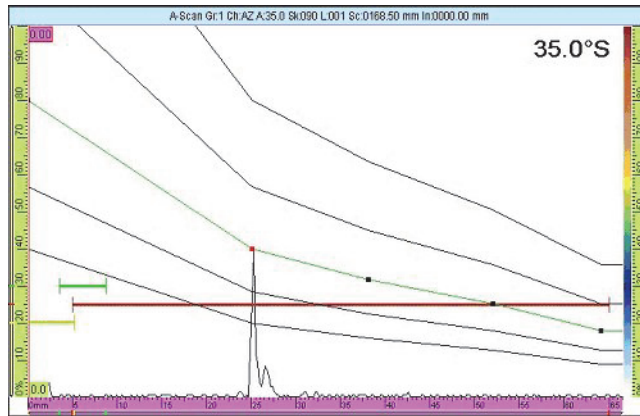

Figura 6-7 A curva DAC no próximo sinal
- Defina o valor do botão de parâmetro **Amplitude** para mover a curva DAC sobre o pico de amplitude do sinal do refletor (veja Figura 6-7 na página 183).